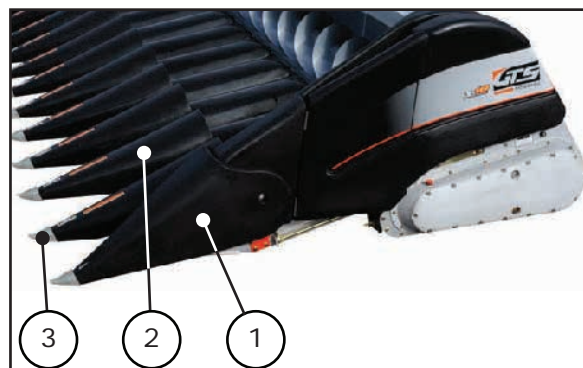
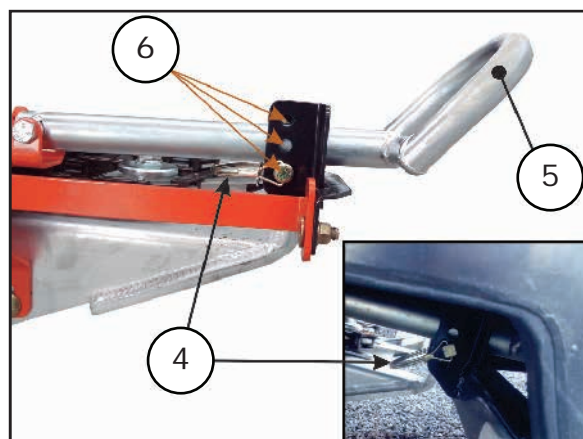

Figura 19
Figura 20
Os Bicos Laterais (1) e Bicos Centrais (2) possuem a função de conduzir com suavidade os pés de milho até os rolos recolhedores. A altura dos bicos (1 e 2) devem ser ajustadas conforme as condições da lavoura. Em condições normais, o ajuste pode ser feito de modo que as ponteiros (3) fiquem próximas do solo. No caso de milho caído, o ajuste pode ser feito de maneira que as ponteiros (3) encostem levemente na superfície do solo, figura 19.
No caso de terrenos acidentados e/ou que possuem uma quantidade elevada de inços, tocos ou pedras, evite a aproximação das ponteiros (3) do solo, figura 19.
- Levante os bicos (1 e 2) conforme a figura 19;
- Solte o grampo buçal (4) conforme figura 20;
- Desloque o grampo buçal (4) para cima ou para baixo, alterando a posição (6) do batente (5) conforme necessário, figura 20;
- Recoloque o grampo buçal (4) e abaixe os bicos (1 e 2).
Todos os batentes (5) figura 20, devem ser ajustados na mesma posição (altura), de modo que as ponteiros (3) figura 19, fiquem alinhadas.